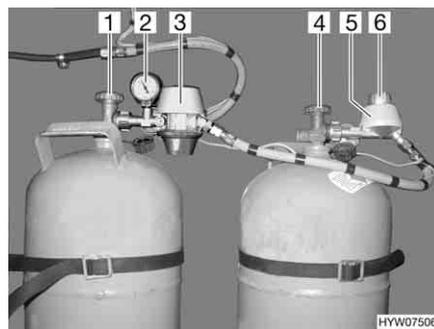
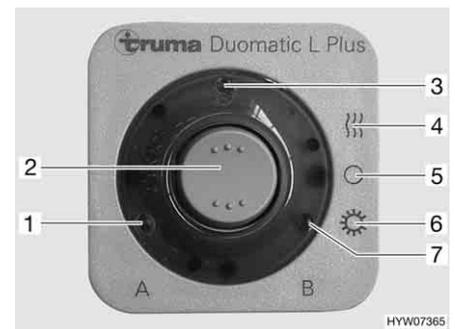

Bild 100 Duomatic-Umschaltanlage
Bild 101 Bedieneinheit
Die Duomatic-Umschaltanlage besteht aus einem Zentralregler (Bild 100,3) und einem Umschaltregler (Bild 100,5). Mit dem Drehknopf (Bild 100,6) am Umschaltregler kann bestimmt werden, welche der Gasflaschen als Betriebsflasche und welche Gasflasche als Reserveflasche verwendet wird.
Das Manometer (Bild 100,2) am Zentralregler zeigt den Druck in der Gasflasche an, nicht den Füllstand der Gasflasche. Mit dem Manometer kann die Gasflasche auf Dichtheit geprüft werden.
An der Bedieneinheit (Bild 101) können nur die elektrischen Funktionen geschaltet werden. Die Haupt-Absperrentile der Gasflaschen (Bild 100,1 und 4) müssen von Hand geöffnet werden.
- Die Haupt-Absperrventile an den Gasflaschen (Bild 100,1 und 4) öffnen.
- Mit dem Drehknopf (Bild 100,6) am Umschaltregler (Bild 100,5) die Gasflasche wählen, der vorrangig das Gas entnommen werden soll (Betriebsflasche).
Wenn der Drehknopf im roten Bereich steht, wird das Gas vorrangig der Gasflasche mit dem Zentralregler (Bild 100,3) entnommen.
Wenn der Drehknopf im grünen Bereich steht, wird das Gas vorrangig der Gasflasche mit dem Umschaltregler (Bild 100,5) entnommen.
- An der Bedieneinheit (Bild 101) die Duomatic-Umschaltanlage einschalten.
Dazu den Wippschalter (Bild 101,2) auf Winterbetrieb "Ein und Heizen" (Bild 101,4) oder auf Sommerbetrieb "Ein" (Bild 101,6) stellen. Beide Gasdruckregler sind jetzt entlüftet. Die Betriebsanzeige (Bild 101,3) leuchtet.
- Den Wippschalter (Bild 101,2) auf "O" (Bild 101,5) stellen. Die Betriebsanzeige (Bild 101,3) erlischt.
- Die Haupt-Absperrventile an den Gasflaschen (Bild 100,1 und 4) schließen.
Die Kontroll-Leuchten an der Bedieneinheit (Bild 101) signalisieren im Fahrzeuginneren, ob die Gasflaschen betriebsbereit sind.
- Kontroll-Leuchte "A" (Bild 101,1): Gasflasche am Zentralregler
- Kontroll-Leuchte "B" (Bild 101,7): Gasflasche am Umschaltregler